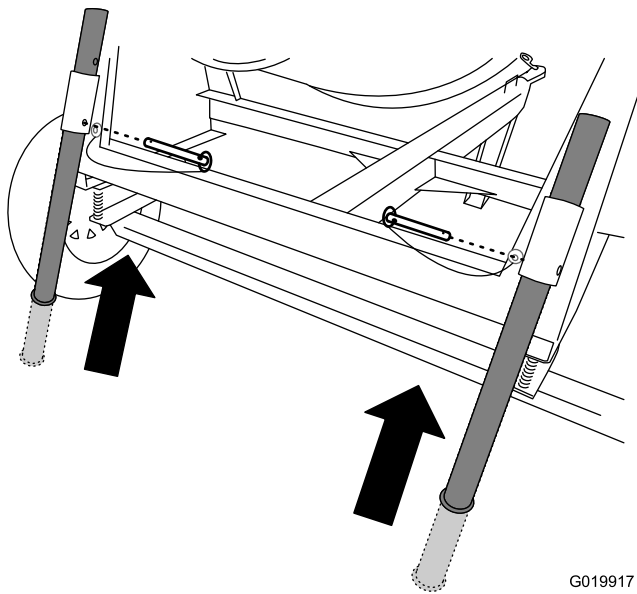

Figura 20
2. Retire el pasador de horquilla de la pata estabilizadora trasera y del soporte (Figura 20).
3. Deslice la pata estabilizadora hacia arriba en el soporte y alinee el taladro del soporte con el taladro inferior de la pata estabilizadora (Figura 20).
4. Introduzca el pasador de horquilla a través del taladro del soporte y de la pata estabilizadora (Figura 20).